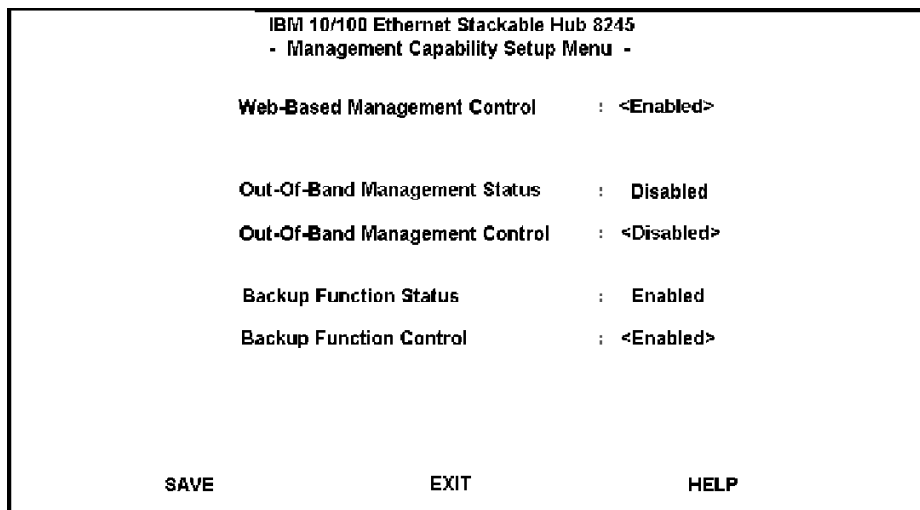

Abbildung 22. Funktion für Ausfallsicherheit (Backup Function) inaktivieren
2. In einem Stapel mit mehreren verwalteten Hubs, die mit Software ab Version 1.1 arbeiten, muß die Funktion für Ausfallsicherheit (Backup Function) bei **allen** verwalteten Hubs aktiviert werden. (Siehe Abb. 22).